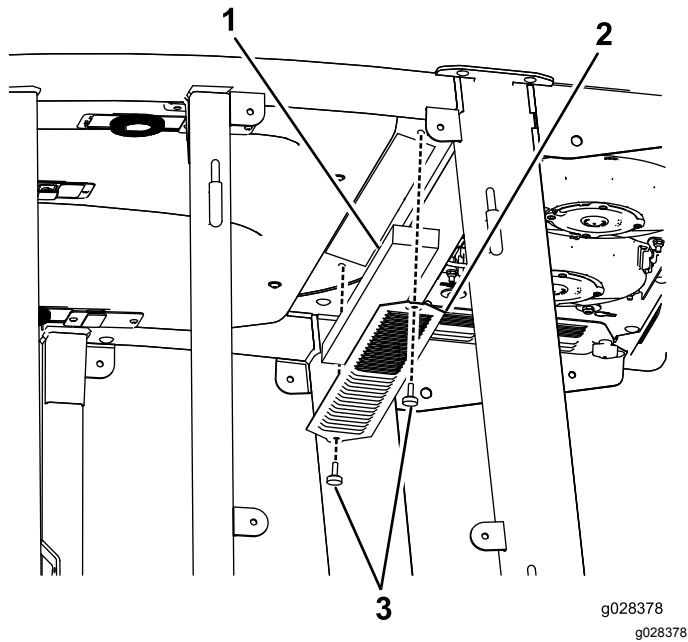
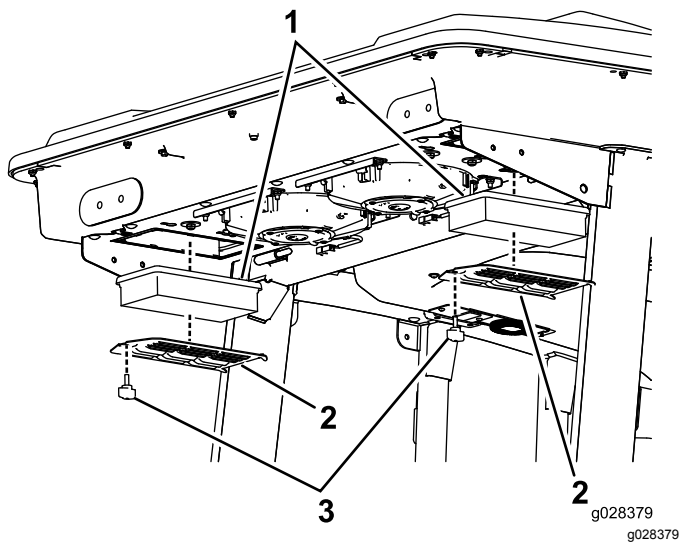
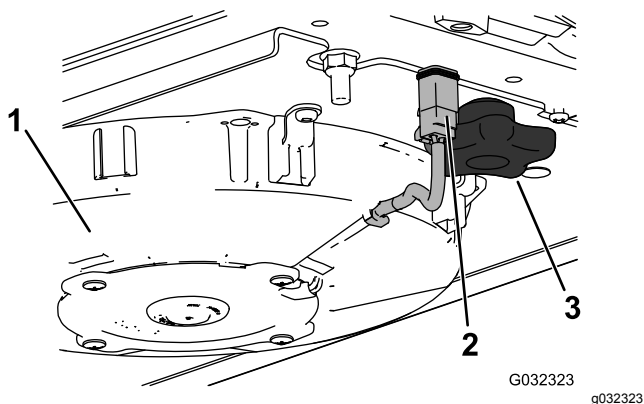
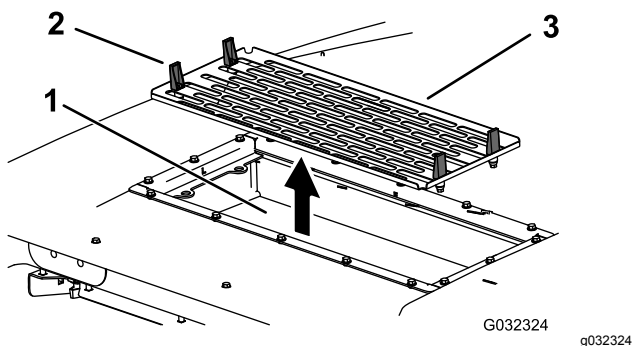

Figura 142
Figura 143
Figura 145
Figura 146
1. Retire los tornillos y las rejillas que cubren el filtro interior y el trasero de la cabina (Figura 142 y Figura 143).
5. Retire los filtros de aire (consulte Figura 143).
7. Instale los filtros de aire, la rejilla y el conjunto del ventilador (Figura 143, Figura 145 y Figura 146).
8. Conecte el cable de cada ventilador (Figura 145).